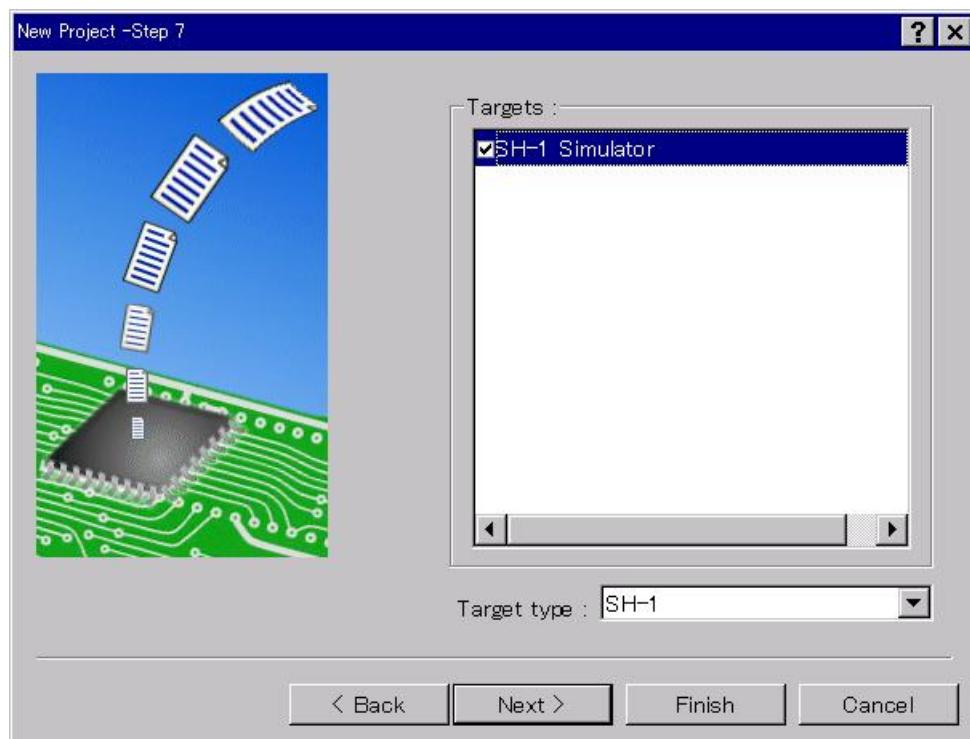

図 2.8 デバッガターゲット設定画面 (Step7)
Step6画面で [ Next > ] をクリックすると、図 2.8に示す画面を表示します。この画面で、デバッガターゲットを設定します。[Target:]から使用するデバッガターゲットを選択(チェック)してください。デバッガターゲットは、未選択でも複数選択してもかまいません。